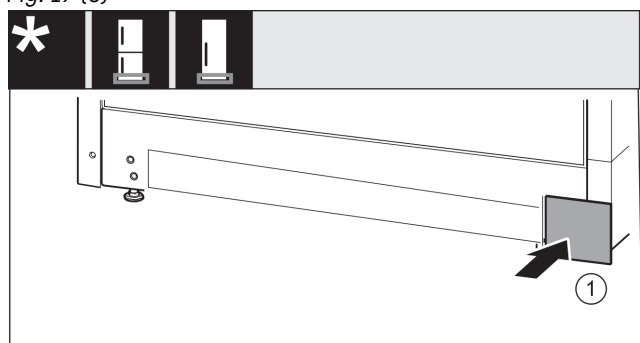

Fig. 20
- Pange kate teisel küljel taas peale. Fig. 20 (1)